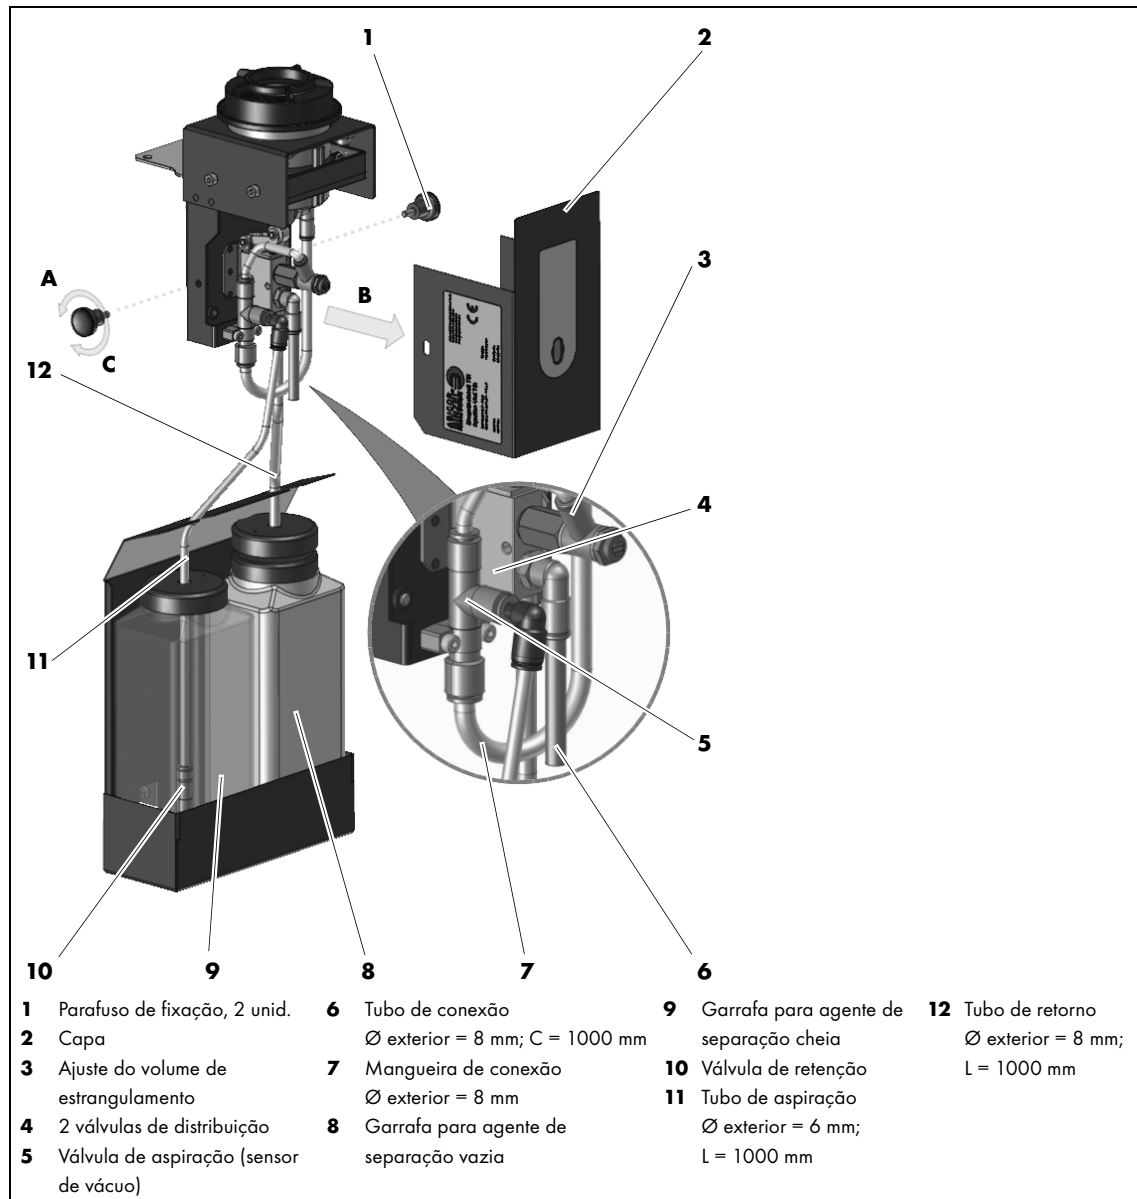

Fig. 6 Conexão do tubo de ar comprimido
• Verificar o funcionamento do recipiente de coleta (4), se necessário, esvaziar e limpar ⇒ 9.2 Esvaziamento e limpeza do recipiente de coleta na página PT-15	• Verificar a existência de desgaste e danos no vedante de borracha (1), se necessário, substituí-lo ⇒ 9.4 Substituição do vedante de borracha na página PT-16
• Verificar o funcionamento do tubo de retorno (12), se necessário, desmontar e soprar com ar comprimido. ⇒ Fig. 6 Conexão do tubo de ar comprimido na página PT-10